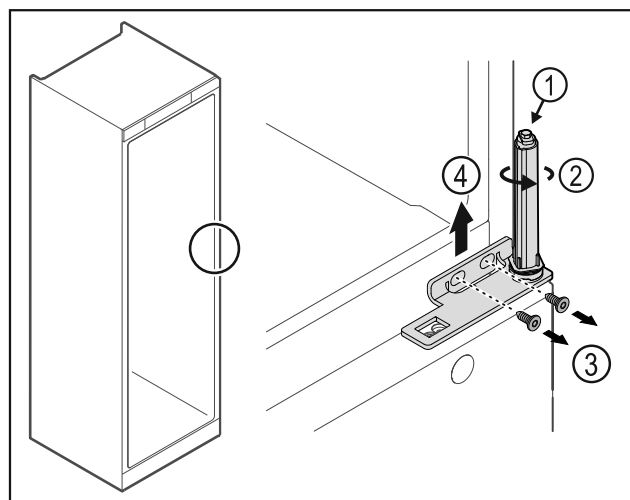

Fig. 32
- ▶ Systemu blokującego drzwi nie należy demontować Fig. 32 (1).
- ▶ System blokujący Fig. 32 (2) obrócić do momentu, aż kliknie.
► Poluzować śruby Fig. 32 (3), wyjąć zawias do góry Fig. 32 (4).